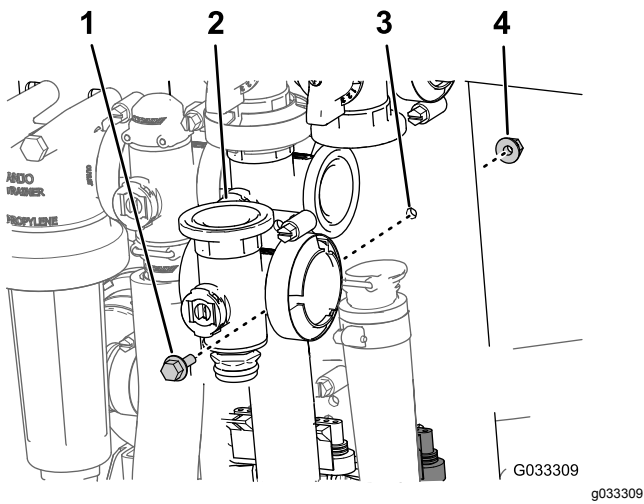

Рисунок 72
3. Выверните болт с фланцевой головкой и фланцевую контргайку, которые крепят главный клапан секций к опоре крепления, и снимите коллектор клапана с машины (Рисунок 72).